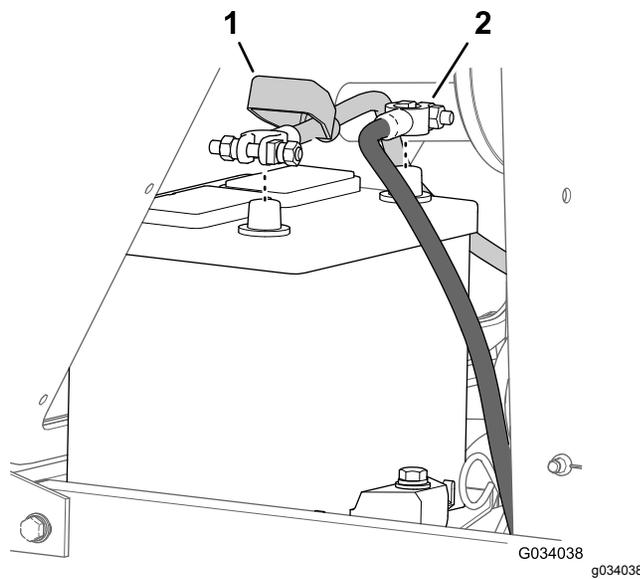

Figura 53
2. Scollegate il cavo negativo (-) dal polo della batteria (Figura 53).
3. Fate scorrere il coperchio di isolamento via dalla fascetta per cavi della batteria (Figura 53).
4. Scollegate il cavo positivo (+) dal polo della batteria (Figura 53).
7. Collegate i cavi, il cavo positivo (+) al polo positivo della batteria (Figura 53).
8. Collegate il cavo negativo (-) al polo negativo della batteria (Figura 53).